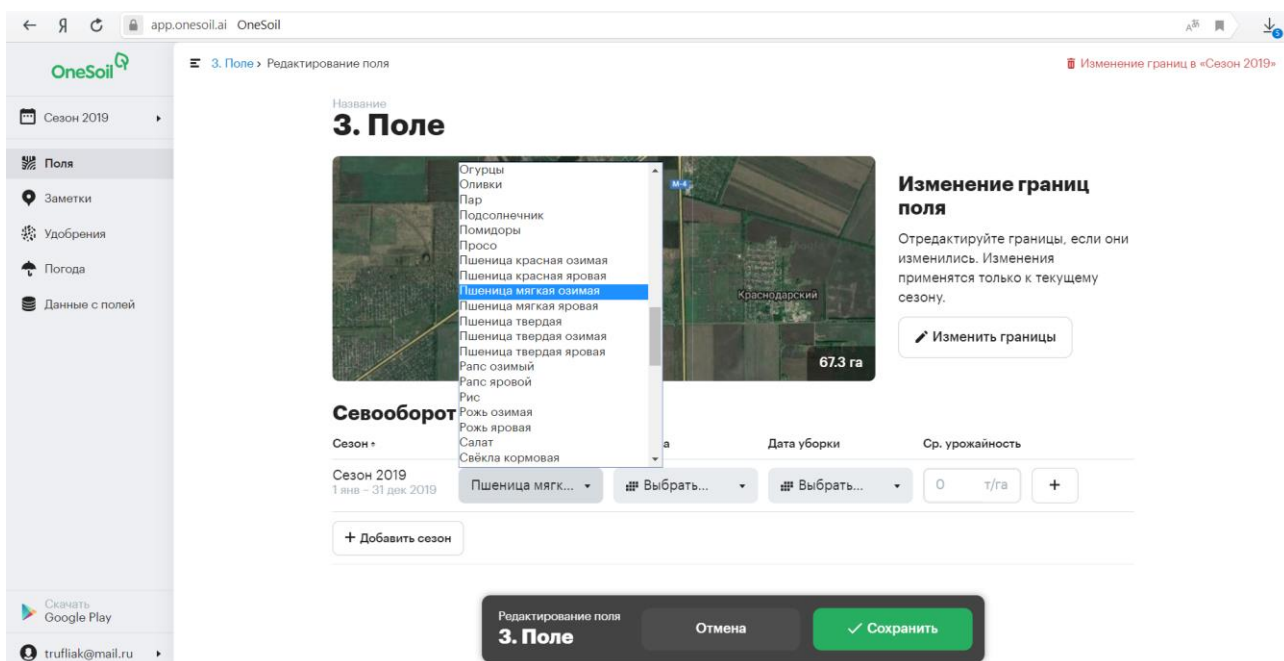

Рисунок 11.6 – Выбор культуры
6. Добавьте культуру **Пшеница мягкая озимая** и нажмите **Сохранить** (рисунок 11.6).